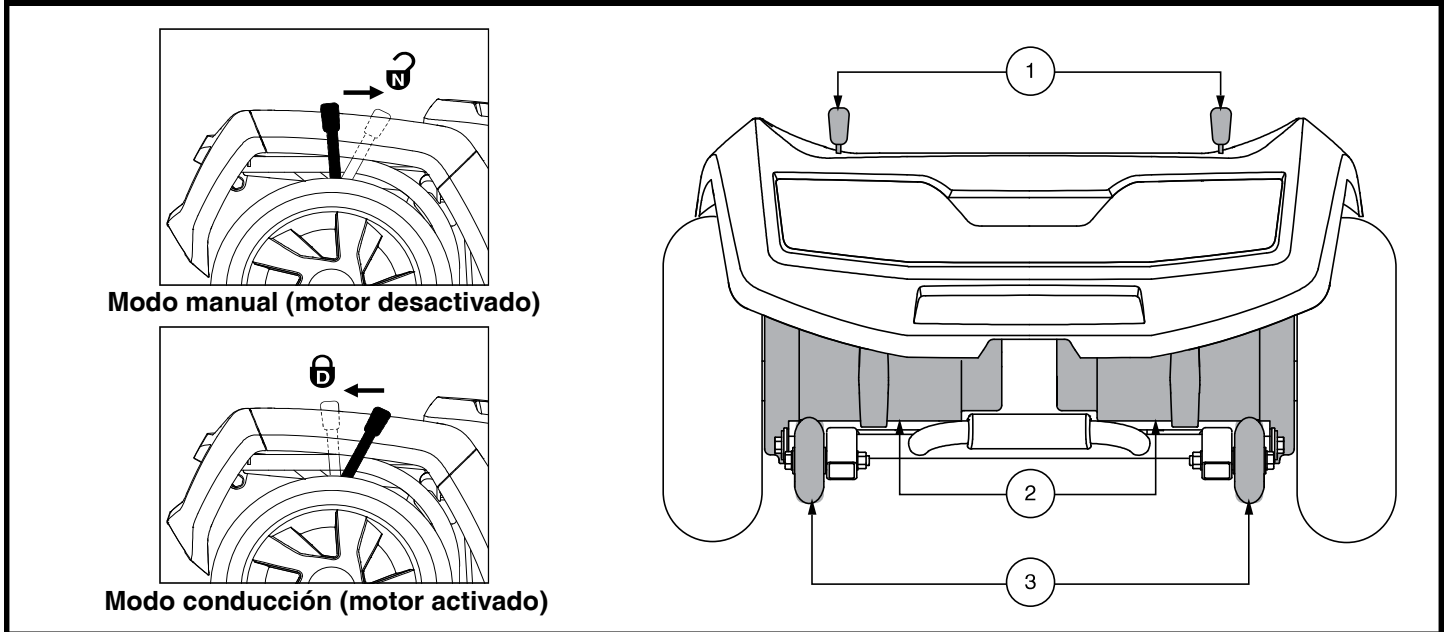
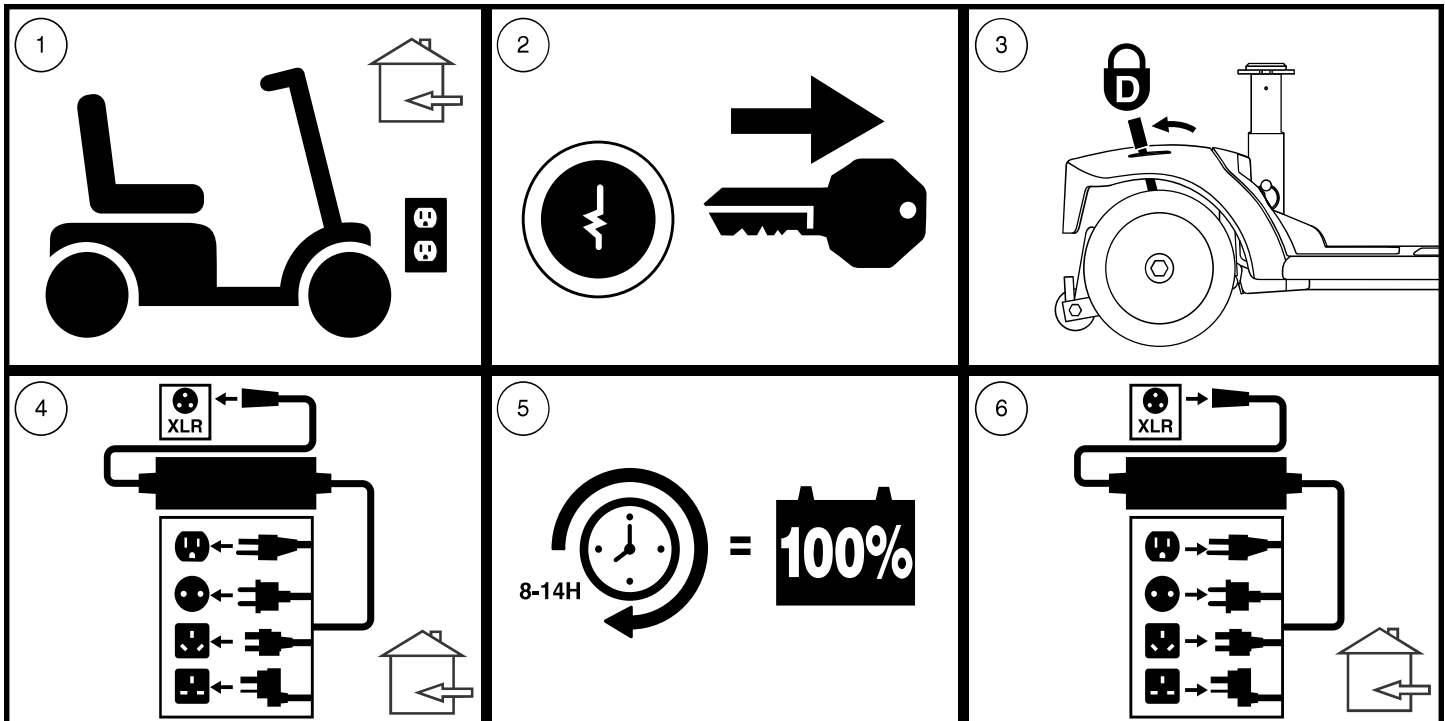

Figura 7. Sección Posterior - 710ZT
Figura 12. Diagrama del procedimiento de carga de las baterías
**NOTA:** Para el modelo 710ZT, las palancas manuales de rueda libre operan en la dirección opuesta (consulte la figura 7); por lo tanto, para el paso 3 de la figura 12, las palancas deben empujarse hacia delante para activar el modo de conducción.